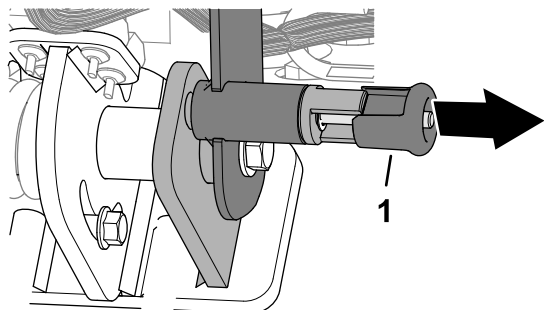

Figure 74
1. Tirez sur le bouton de verrouillage du timon (Figure 74).